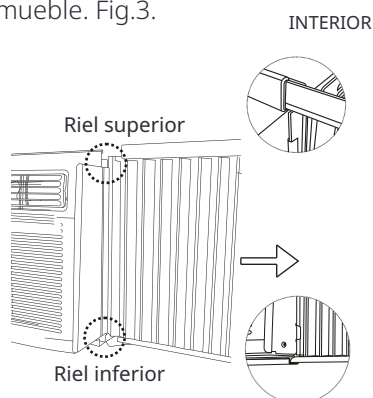

Fig.3
- C. Una vez que el panel se haya instalado en el lateral del mueble, asegúrese de que esté firmemente dentro del canal del marco haciendo pequeños ajustes. Deslice los extremos superior e inferior del marco en los rieles superior e inferior del mueble. Fig.3.